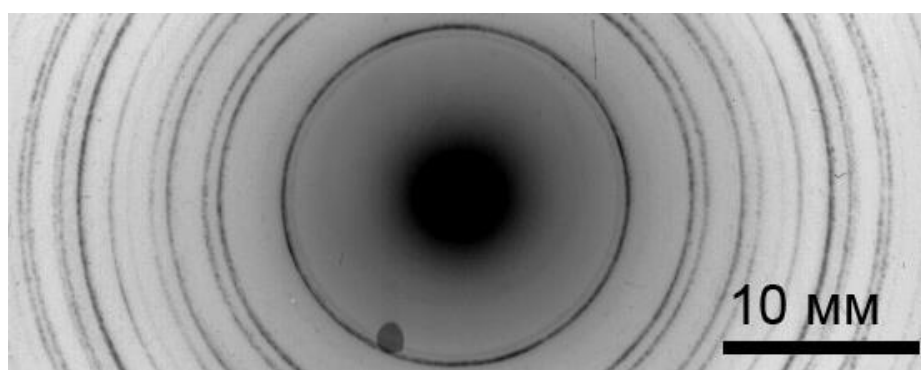

Рис. 4 Электронограмма пленки, состоящей из Li, Nb, O
5. Проведите фазовый анализ электронограммы (рис. 4) пленки, в составе которой присутствуют следующие элементы: Li, Nb, O. (Масштабная шкала отражает размеры электронограммы на фотопленке, постоянная электронографа равна 64).